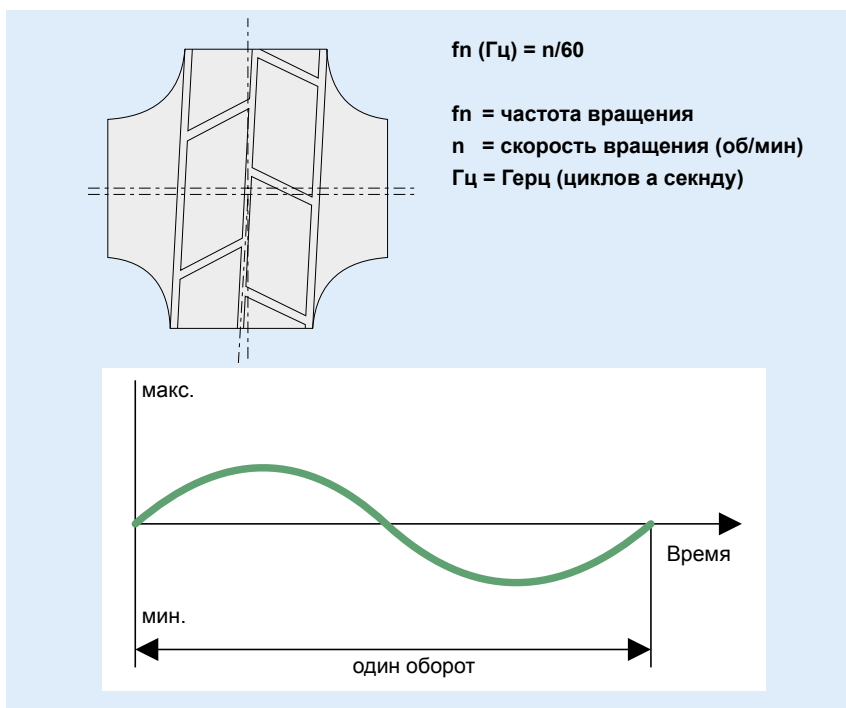

Рис. 7. Пульсации давления на частотах вращения
- неточностью в симметричности поверхностей, что характеризуется недостаточностью перпендикулярности и/или местной неправильностью поверхности рабочего колеса (Рис.7)